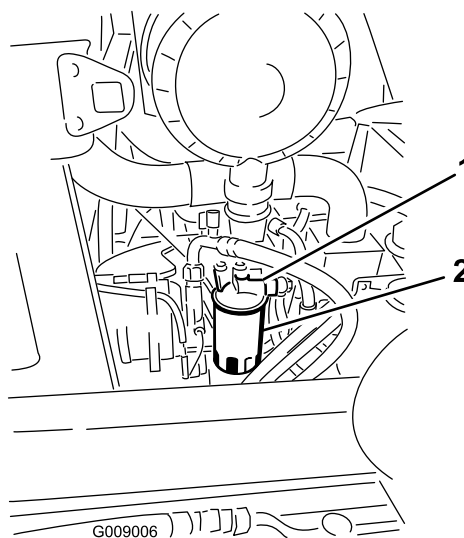

Рисунок 64
1. Очистите поверхность вокруг головки топливного фильтра (Рисунок 64).
2. Снимите фильтр и очистите монтажную поверхность головки фильтра (Рисунок 64).